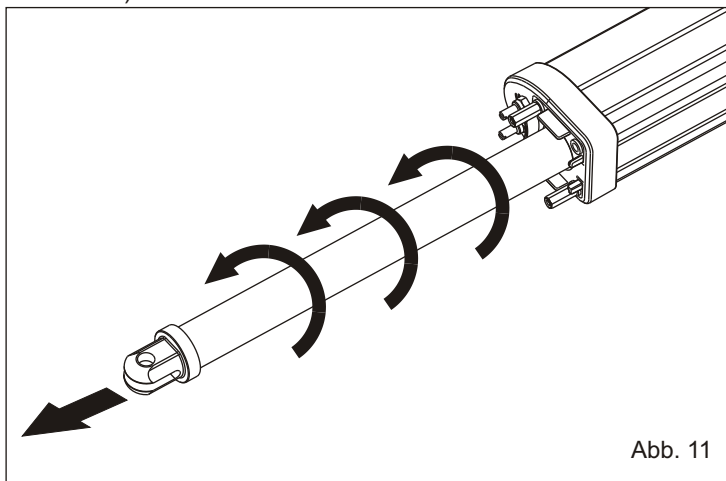

Abb. 11
2.5. WICHTIG: Den Arm bis zur maximalen Verlängerung abschrauben und danach in gegengesetzter Richtung mindestens eine halbe Runde drehen (anschrauben) siehe Abb. 11 und 12.